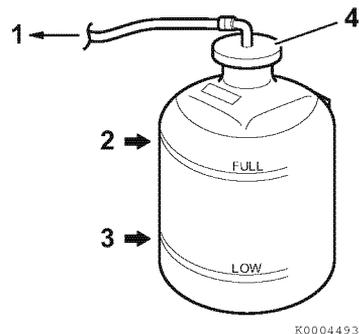

Figure 15
- Controllare il livello del refrigerante nella vaschetta di recupero. Il livello deve essere sulla tacca PIENO (**Figure 15, (2)**). Se necessario, aggiungere altro liquido.
- Rimuovere il tappo della vaschetta di recupero (**Figure 15, (4)**) per aggiungere del refrigerante, se necessario. Non aggiungere acqua.
- Controllare il tubo in gomma (**Figure 15, (1)**) che collega la vaschetta di recupero al serbatoio del refrigerante / scambiatore di calore. In caso di danni, procedere con la sostituzione.